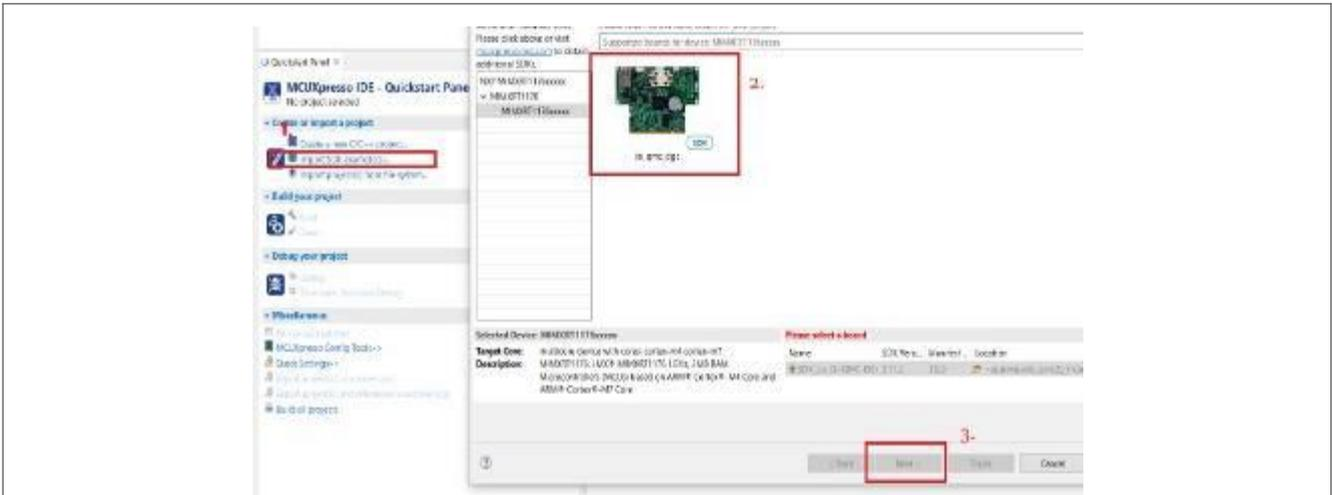

图40. “导入SDK示例”板选择
5. 选择要导入的i.MX RT工业驱动开发平台演示工程，如图40所示：